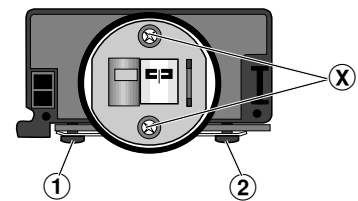

Fig. 29
- 2 Schrauben ⑯ herausdrehen und den Tonkopf herausnehmen (Fig. 29).
- Die Kopfschrauben ⑰ und ⑱ dienen der Kopfspaltsenkrechstellung (Azimut) und dürfen nicht festgedreht werden. Kopfspaltsenkrechstellung siehe unter **Einstellungen**.
- Undo 2 screws ⑯ and remove the sound head (Fig. 29).
- The head screws ⑰ and ⑱ are provided for adjusting the head gap (azimuth) and must not be tightened completely. Adjustment of the head gap, see **Adjustments**.